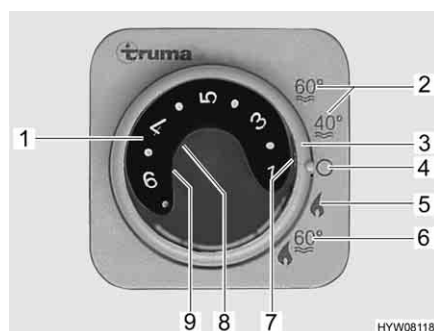

Fig. 69 Centralina di controllo per riscaldamento/boiler
- Impostare la modalità di funzionamento tramite l'interruttore girevole (Fig. 69,3).
A seconda della temperatura ambiente desiderata, il riscaldamento seleziona automaticamente il livello del bruciatore necessario. Al raggiungimento della temperatura ambiente desiderata, il bruciatore si spegne. Durante la modalità di funzionamento "Riscaldamento e boiler" (Fig. 69,6) è riscaldata anche l'acqua nel boiler. Nella modalità di funzionamento "Riscaldamento senza boiler" (Fig. 69,5) è possibile far funzionare il riscaldamento con il boiler vuoto.
- Impostare la manopola della temperatura (Fig. 69,1) sulla centralina di controllo scegliendo la potenza desiderata.
- Posizionare l'interruttore girevole (Fig. 69,3) su funzionamento invernale "Riscaldamento senza boiler" (Fig. 69,5) o "Riscaldamento e boiler" (Fig. 69,6).
Si accende la spia verde di controllo (Fig. 69,7).
- Posizionare l'interruttore girevole (Fig. 69,3) su "O" (Fig. 69,4).
La combinazione funzionamento a gas e funzionamento elettrico a 230 V diminuisce il tempo di riscaldamento (è possibile solo se il riscaldamento viene impostato sulla centralina di controllo (Fig. 69) su funzionamento invernale).